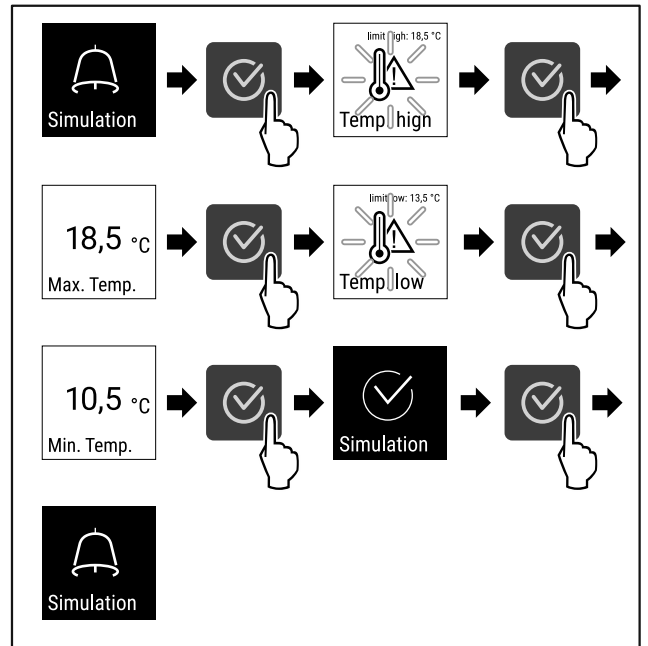

Fig. 109
- ▶ Εκτελέστε τα βήματα ενεργειών (βλέπε Fig. 109) .